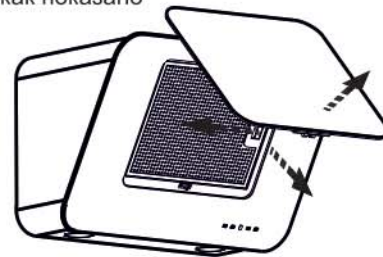

РИС. 4
8.3 Для очистки алюминиевого фильтра извлеките его из зонта (рис. 4А).
6.1.1 Перед установкой зонта снимите алюминиевый фильтр (рис. 4).
- потяните за нижний край откидной панели, как показано на рис.4 и откройте ее;
- снимите алюминиевый фильтр, для этого нажмите на пружинный замок фильтра и потяните его на себя (рис. 4);